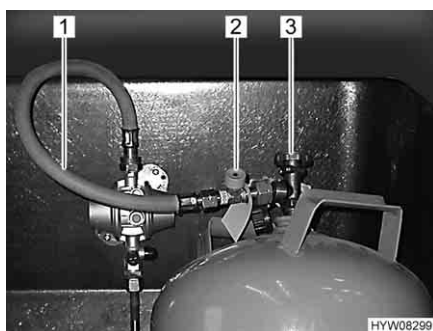

Fig. 35 Raccordo bombola del gas
- Chiudere la valvola principale di arresto (Fig. 35,3) della bombola del gas. Osservare la direzione della freccia.
- Svitare manualmente il tubo del gas (Fig. 35,1), dalla bombola del gas (filettatura sinistrorsa).
- Premere con forza il dispositivo antirottura della tubazione (Fig. 35,2 o Fig. 36,3) e tenerlo premuto per ca. 5 secondi.